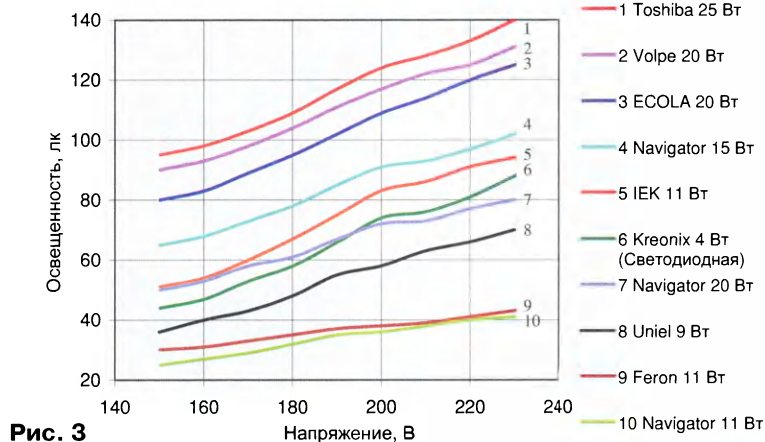

Рис. 3
В статье В. В. Черепанова, А. В. Коротчаева "Исследование характеристик компактных люминесцентных ламп" (Энергосвет, 2011, № 3 (16), с. 65—68, URL: [http://www.energsovet.ru/bul\\_stat.php?idd=181](http://www.energsovet.ru/bul_stat.php?idd=181)) приведено исследование зависимости освещённости рабочего места от напряжения питания для КЛЛ различной мощности и разных производителей. Эти зависимости показаны на **рис. 3**. Из них следует, что интервал регулировки яркости у КЛЛ гораздо меньше, чем у лампы накаливания, поскольку снизу он ограничен напряжением, при котором КЛЛ уже не работает. Но всё же регулировка вполне возможна, хотя и в меньших пределах, чем у ламп накаливания. При этом интервал регулировки больше у более мощных КЛЛ.